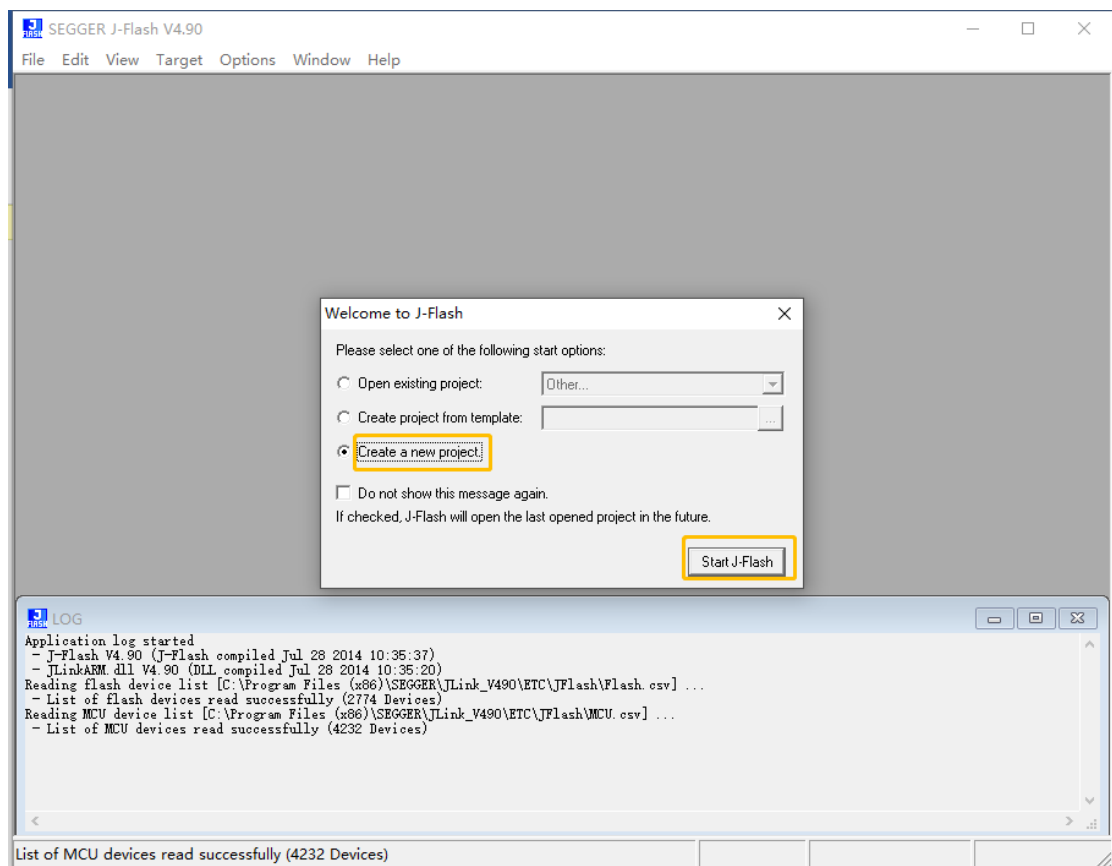

图 1
- 2 选择 create a new project 选项 并点击 start j -flash 按钮: 如图 1 所示,